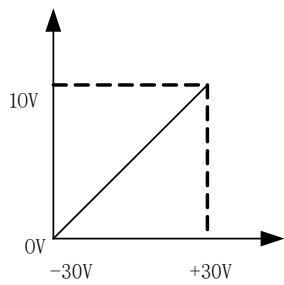

图 4-10 信号等效电路
6. 焊机一元化模式实际设定电压修正值与焊机电压模拟量接收值之间的对应关系如图 4-10 所示。